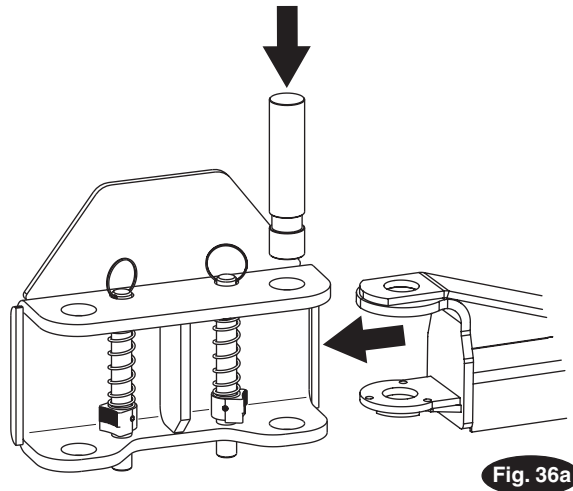

Fig. 36a
**29. Brazos y limitadores:** Antes de instalar los brazos, eleve los carros de grúa a una altura adecuada. Engrase los pasadores de brazo de la placa giratoria y los orificios con grasa de litio. Deslice el brazo en la brida, Fig. 36a. Instale pasador(es) de brazo de diámetro 1-3/4", Fig. 36a.